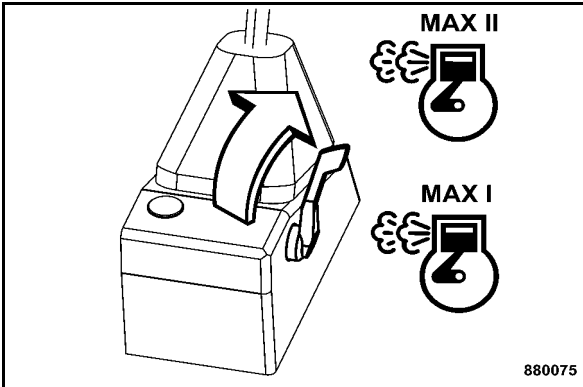

Fig. 62
- Actionner le levier de commande de marche (Fig. 62) sur position pleine charge du moteur "MAX I" ou "MAX II".